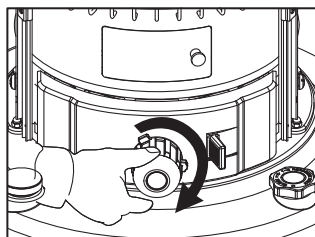

Рис.12
- Поверните ручку регулировки фитиля по часовой стрелке, пока фитиль не поднимется на максимальную высоту. (Рис.12)